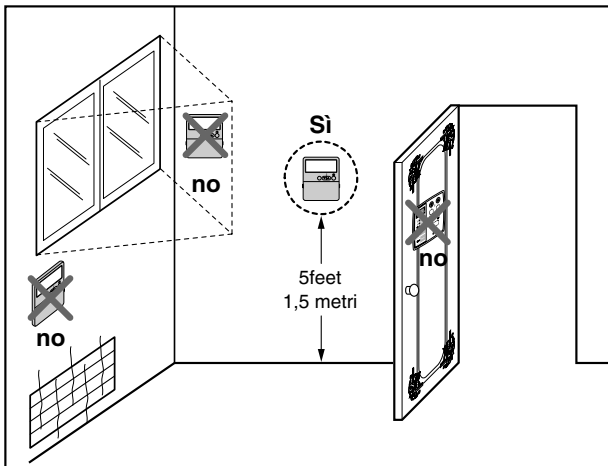

Fig.1 Ubicazioni tipiche per il telecomando
- Questo telecomando è dotato di display con LED a sette segmenti. Per la visualizzazione appropriata dei LED, il telecomando deve essere installato correttamente come illustrato in Fig.1.